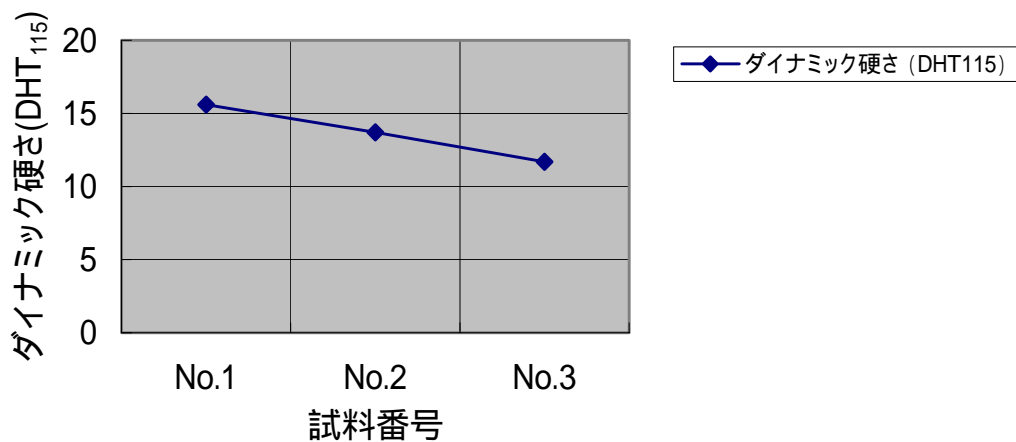
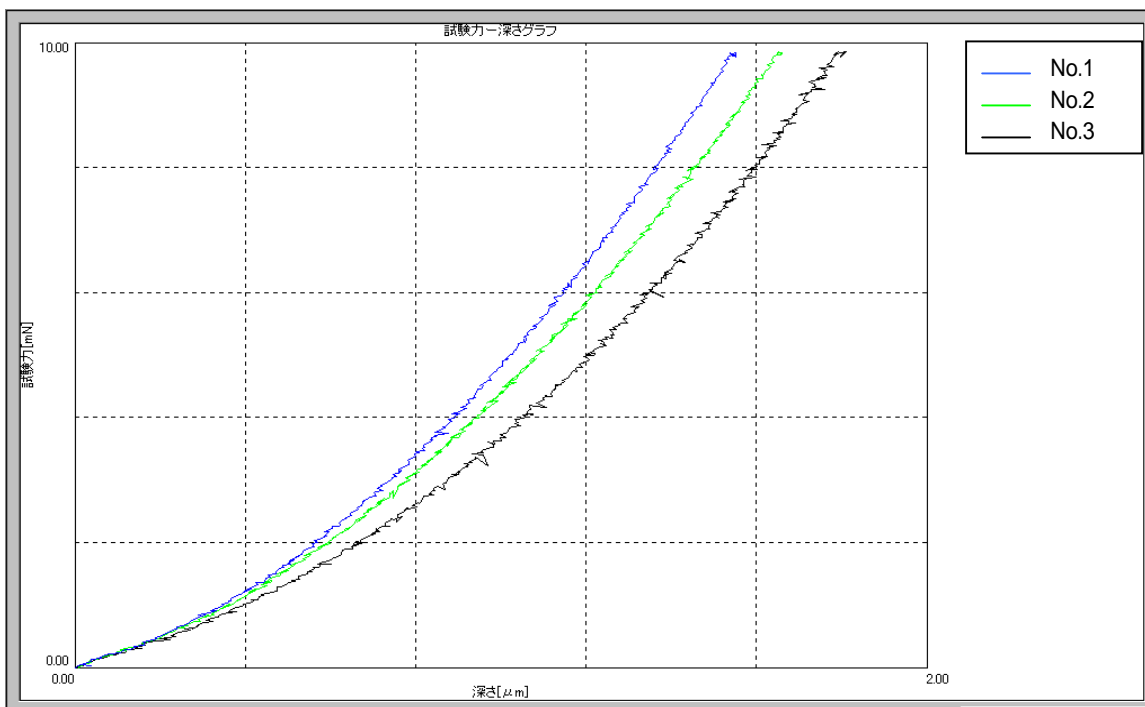

図3 試料番号とダイナミック硬さの関係
図4 試験力 深さグラフ
- 1) 硬度測定した結果を表1、図3および図4に示します。(2頁参照)
- 2) 表1の DHT115より試験力 9.8mN における各試験番号の硬さの順序は、つぎのとおりとなり図4の試験力深さグラフの曲線からチューブの弾力性が検出されていることがわかり有効なデータが得られているといえます。